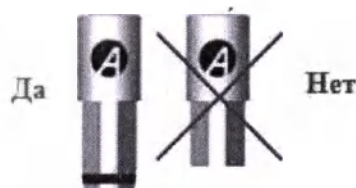

Рисунок 2 – Допустимый уровень корректировки аналога абатмента для печатных моделей.
3. Установите аналоги абатмента в корпус модели. Изделия фиксируются благодаря естественному трению, без использования клея. Аналоги отмечены черной линией, обозначающей предел, до которого их можно сократить, если они слишком длинные (см. рисунок 2).